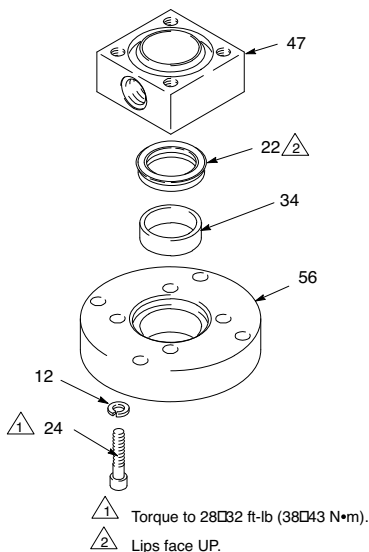
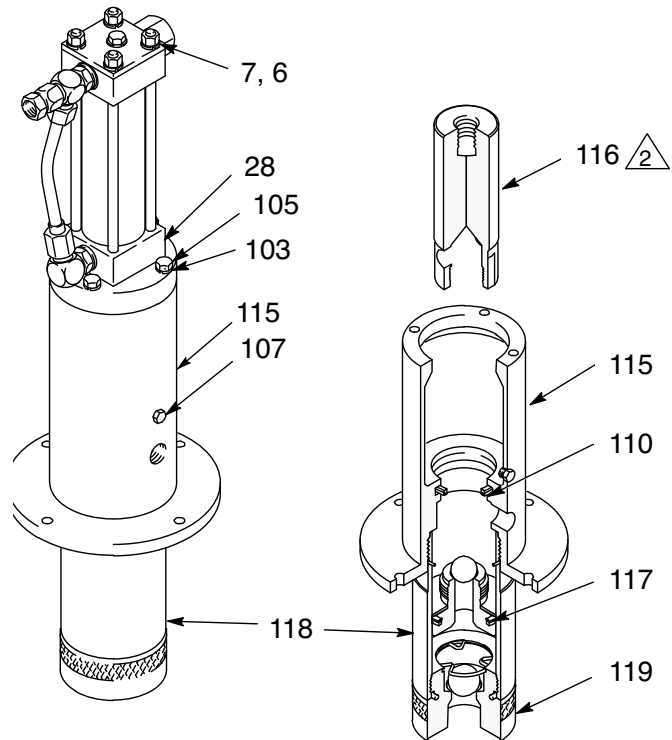

Рис. 4
Рис. 5
см. Рис. 4 для указанных ниже инструкций.
**ПРИМЕЧАНИЕ:** Замените уплотнения при чрезмерной утечке жидкости через пористую заглушку (107), см. Рис. 5. Для выполнения данной процедуры не требуется полностью разбирать поршневой компрессор.
3. Открутите четыре винта (24) с головками под ключ и удалите шайбы (12) с нижней стороны фиксатора корпуса (56). Постучите по фиксатору корпуса, чтобы ослабить крепление, и снимите его с нижней крышки (47) цилиндра.
4. Снимите уплотнение (22) и подшипник скольжения (34) с нижней стороны фиксатора корпуса (56).
5. Смажьте подшипник скольжения (34) и установите уплотнение и подшипник скольжения в фиксатор корпуса (56) в порядке, указанном на Рис. 4.
6. Выполните повторную сборку. Затяните винты (24) с головкой под ключ с усилием 38–43 Н•м (28–32 фут-фунта). Установите поршневой насос. Выполните шаг 22, см. стр. 16.
4. Медленно ослабьте фитинги гидравлических шлангов линии подачи (26) и обратной линии (25), чтобы сбросить остаточное давление, а затем отсоедините шланги. Установите заглушки на трубные фитинги и на концы шлангов. Проверьте уплотнительное кольцо (13) на фитинге и, в случае износа или повреждения, произведите замену. См. Рис. 4 и чертеж деталей на стр. 18.
5. С помощью ленточного ключа открутите цилиндр насоса (118) от корпуса (115) и снимите его.
6. Установите поршень (117) в тиски и ослабьте шток (116) поршня.
7. Открутите болты (105) с шайбами (103).
8. Протолкните шток (116) поршня через корпус (115), чтобы снять.
9. Снимите уплотнение (110) горловины.
См. Рис. 5 для указанных ниже инструкций.